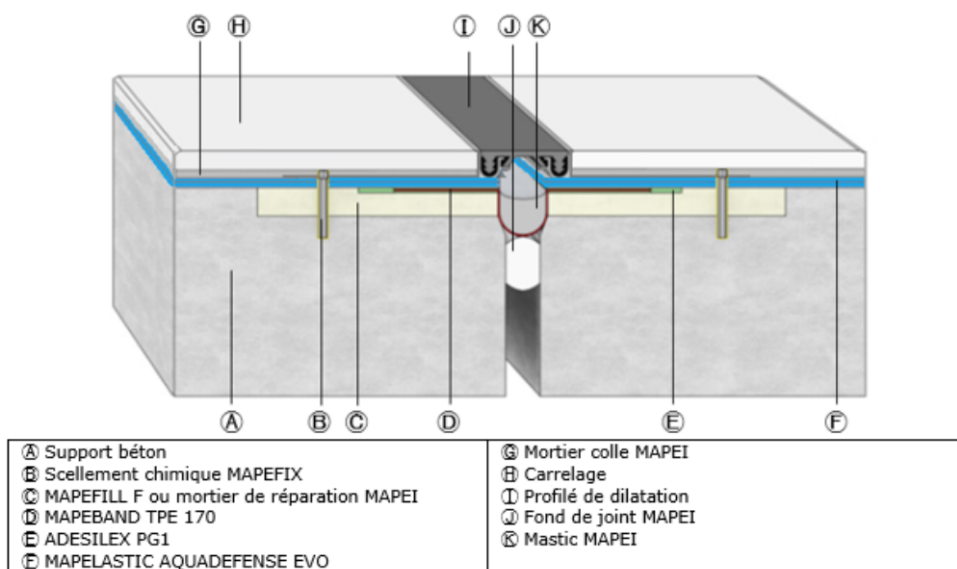

Figure 5 – Traitement d'un joint de dilatation avec carrelage collé directement sur MAPELASTIC AQUADEFENSE EVO
- Traiter la liaison entre le profil de dilatation et la protection dure à l'aide d'un cordon de MAPEFLEX E PU 21 SL ou MAPEFLEX PU 45 FT (figure 5).